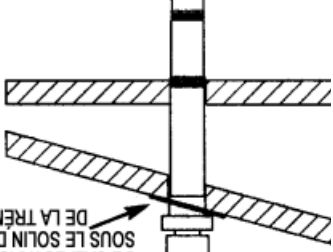

FIGURE 15.
5. Utilisez un scellant ou un produit de cafeutrage sur le toit pour sceller sous le solin de l'assemblage de la trémie de cheminée. Utilisez des clous ou des vis à toiture pour les constructions en bois ou des vis à tôle sur des toits métalliques (clous et vis non fournis), voir Figure 15.